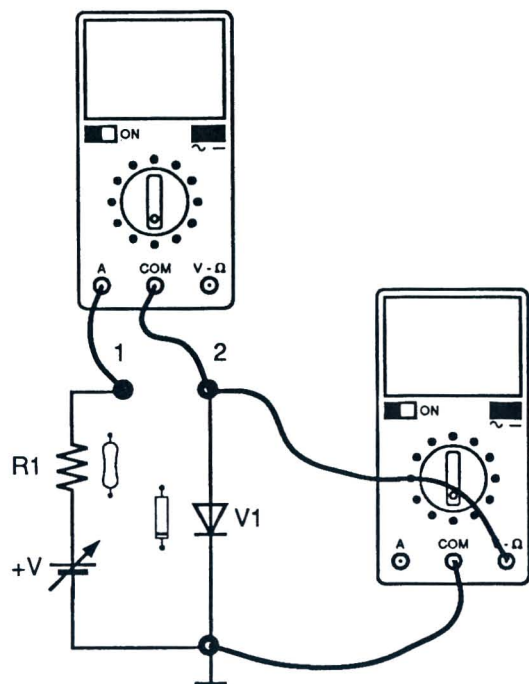

Fig. 1.2
- 6) Introducir el terminal positivo del miliamperímetro digital, preparado en corriente continua, en el casquillo 1 y el otro en el casquillo 2 (Fig. 1.2).
- 7) Introducir el terminal positivo del voltímetro digital, predispuesto en corriente continua, en el casquillo 2 y el otro en el casquillo de masa (Fig. 1.2).